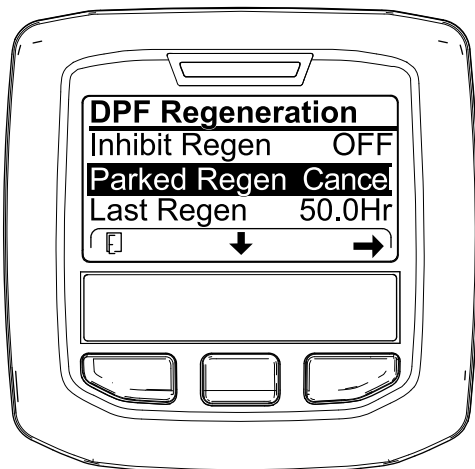
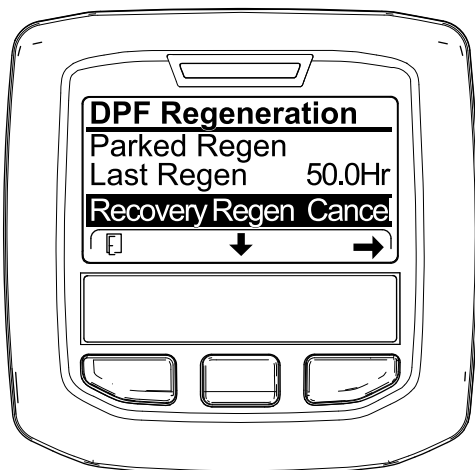

Figura 65
Figura 66
1. Acesse ao menu Regeneração do filtro de partículas de gásóleo (Figura 65).
2. Prima o botão central para ir até à opção CANCELAR REGENERAÇÃO EM ESTACIONAMENTO (Figura 65) ou CANCELAR REGENERAÇÃO DE RECUPERAÇÃO (Figura 66).
3. Pressione o botão direito para seleccionar a entrada Cancelar regeneração (Figura 65 ou Figura 66).